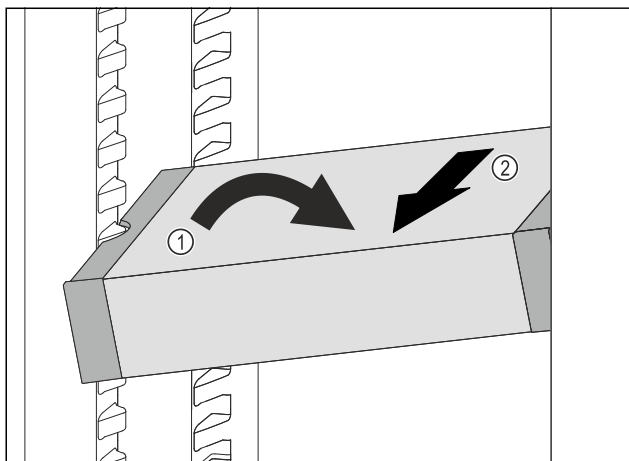

Fig. 141
- VarioSafe postavte v chladničce šikmo. Fig. 141 (1)
- VarioSafe odeberte směrem dopředu. Fig. 141 (2)